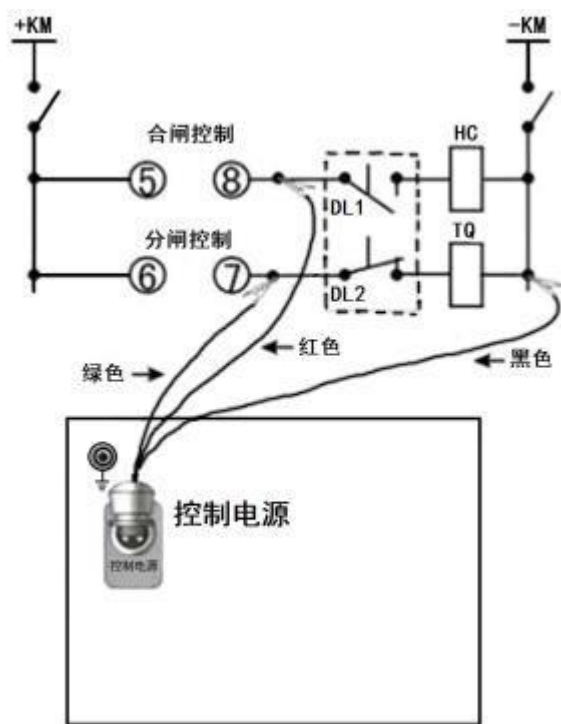

图12 分合闸控制线接线图
(5) (1分合闸控制电源由仪器内部提供时 断开被测开关控制箱内的控制电源(通常是将控制箱内控制电源与控制母线相连的保险拔掉),但不能切断开关机构的储能电源,然后再按图12所示接线。
合、分闸线圈和开关辅助接点，参见本说明书图12控制接线图及说明重新接线。检查控制回路，保证回路畅通。